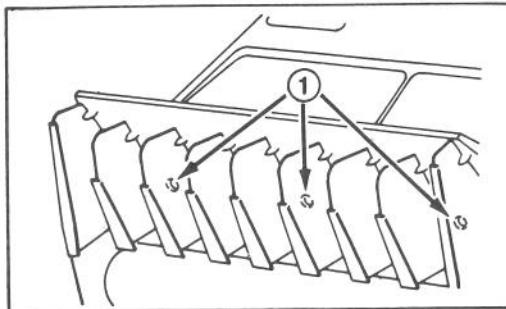

Fig. 11
UTSKIFTING AV TENNPLUGGEN (Fig. 11, 12 og 13)
1. FJERN DEKSELET – Fjern de tre skruene som holder forsiden av dekselet fast til impellerhuset (Fig. 11) og de to selvgjengende skruene som holder sidene av det øvre dekselet på bensintanken og løft dekselet av. Sett lokket tilbake på bensintanken.